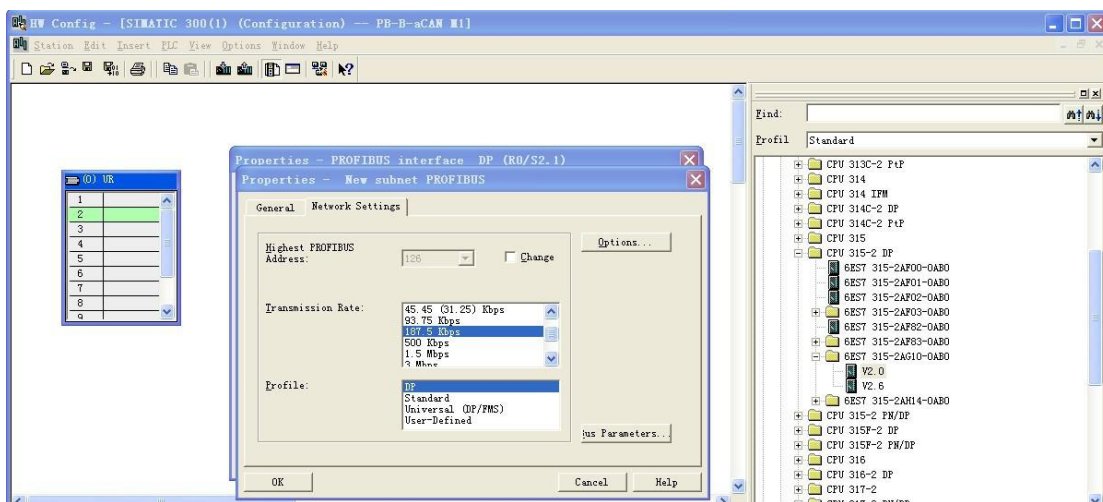

图4-5
- (6) 配置 PROFIBUS: New→Network Settings, 选择: DP、187.5kbit/s (仅是举例) → “OK”，见图 4-5。